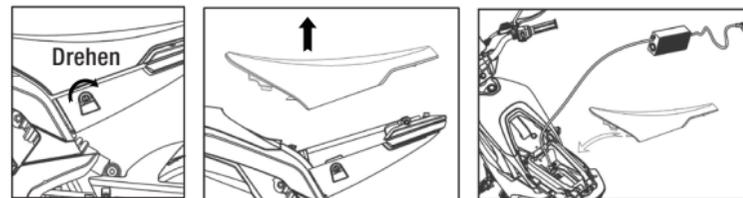

Abb. 1
1. Laden der eingebauten Batterie (Abb. 1)
- ① Öffnen Sie das Sitzschloss;
- ② Entfernen Sie den Sitz;
- ③ Stecken Sie den AC-Ladeanschluss in die integrierte Ladebuchse - stecken Sie den Ausgangsstecker in das Ladebord des Fahrzeugs – setzen Sie den Sitz wieder ein. Während des Ladens leuchtet die Kontrolllampe rot, bei vollständiger Ladung ist sie grün. Trennen Sie die Stromversorgung unmittelbar nach der vollständigen Ladung.